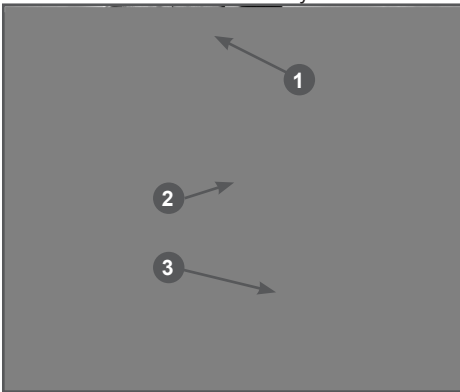

Рис. 26 Проверка состояния ремня привода
4. Попросите помощника нажать рычаг остановки двигателя. Медленно проворачивая коленчатый вал двигателя за нож, внимательно осмотрите ремень 2 привода хода на наличие трещин, разрывов, отслоения корда (Рис. 26). При обнаружении поврежденного ремня необходимо заменить.
3. Снимите старый ремень 2 со шкивов 1 вала двигателя и редуктора 3 (Рис. 26).